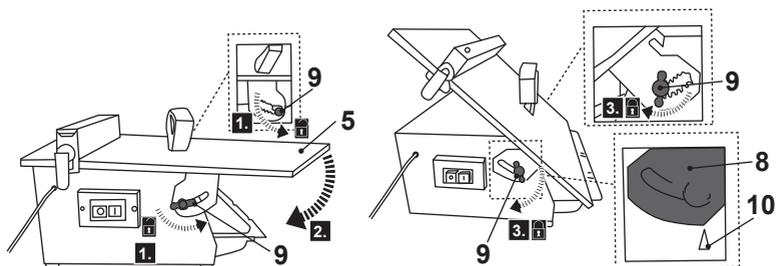

Fig. 14
1. Solte os dois botões de ajuste da mesa (9) no sentido anti horário, de ambos os lados da máquina (Fig. 14, passo 1), mas não os remova.
2. Incline a mesa de trabalho (5) para o ângulo pretendido (0-45°) alinhando o triângulo de indicação (10) com a escala estampada na placa angular (8) (Fig. 14, passo 2).
3. Aperte os dois botões de ajuste da mesa (9) para fixar a mesa de trabalho (5) (Fig. 14, passo 3).
4. Faça um corte chanfrado. Assegure que a peça de trabalho está firmemente pressionada contra a vedação da mesa (14) e a mesa de trabalho (5) durante a totalidade do processo de corte.